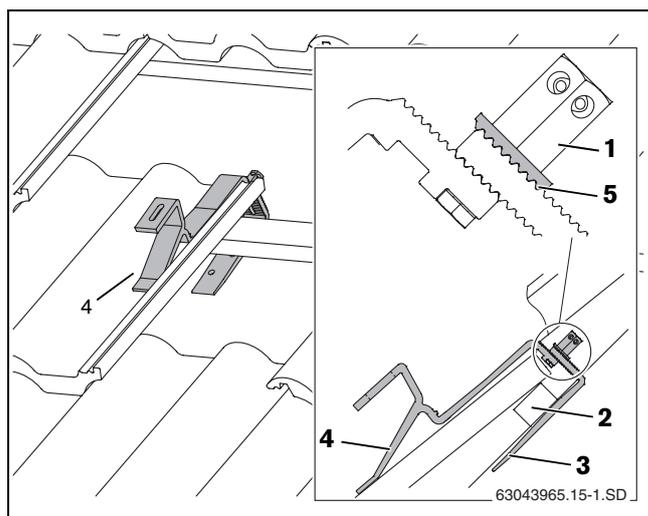

Fig. 12 Gancio da tetto agganciato (per una migliore visualizzazione, alcune tegole non sono illustrate)
- ▶ Agganciare il gancio da tetto in maniera tale che il supporto anteriore si trovi in una valle di ondulazione (fig. 12, [4]).
- ▶ Spingere verso l'alto la parte inferiore del gancio da tetto (fig. 12, [3]) finché tale parte non sia adiacente al listello del tetto (fig. 12, [2]).
- ▶ Serrare la vite a testa esagonale lunga (fig. 12, [1]). A tal fine, infilare la chiave a brugola SW 5 in un foro della vite a testa esagonale e ruotare.
La rondella dentata (fig. 12, [5]) deve incastrarsi nella dentatura della parte inferiore del gancio da tetto.